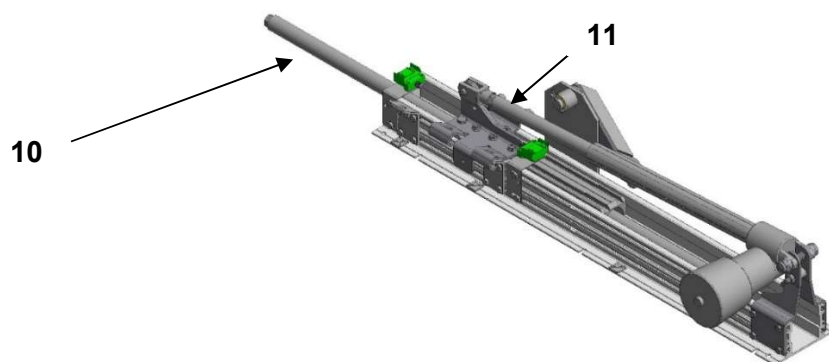
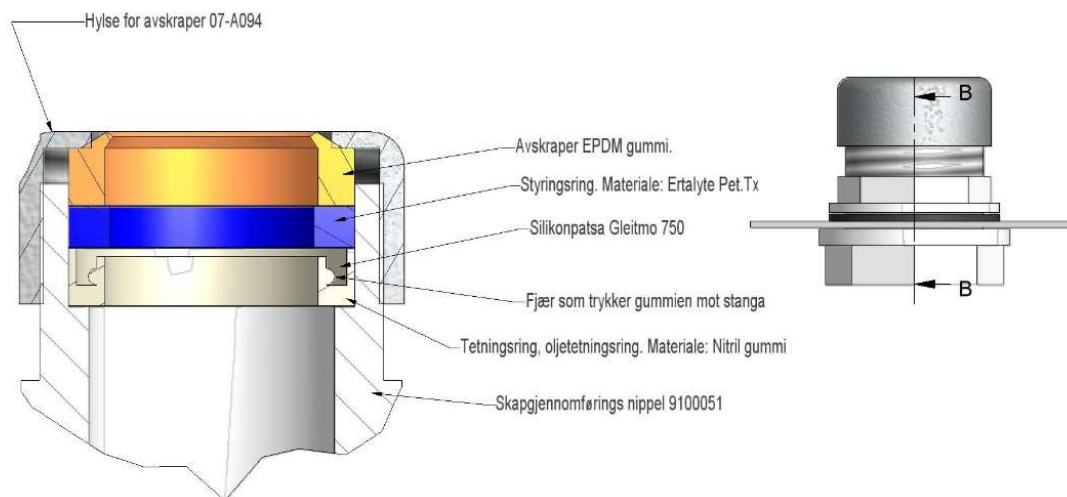

Fig. 8
Fig. 9
- Det påføres silikonpasta (f.eks GLEITMO 750) på betjeningsstang til bryterstyring (**10**) og betjeningsstang til aktuator (**11**) (**fig. 8**), samt på skapgjennomføringen for betjeningsstang (**fig. 9**). Skru løs delene i skapgjennomføringen, unngå dersom mulig å ta de helt av betjeningsstangen, slik at man ikke risikerer å sette det tilbake i feil rekkefølge eller retning. Påfør silikonpasta på delene, med spesielt fokus på tettningsring. Sørg for god tilstramming etter jobben er gjort. NB! Ikke benytt mineralolje eller fett på skapgjennomføringen.